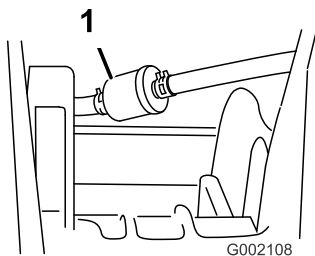

Figura 36
5. Îndepărtați clemele care fixează filtrul de combustibil la conductele de combustibil (Figura 36).